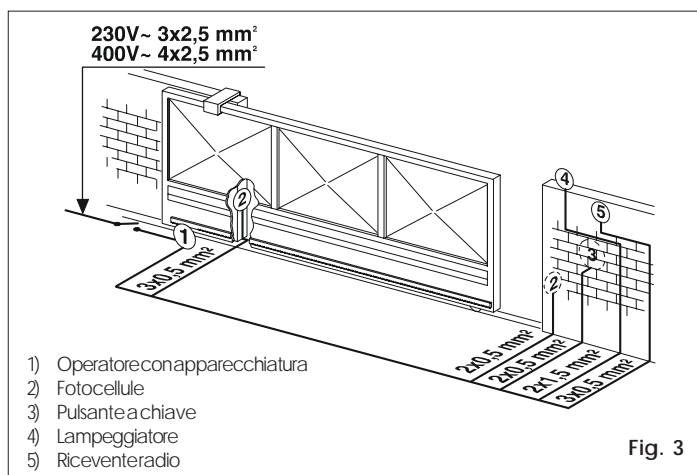

Fig. 3
4) Predisporre i cavi elettrici per il collegamento con gli accessori e l'alimentazione elettrica come da Fig.3. Per effettuare agevolmente i collegamenti fare fuoriuscire i cavi circa 40 cm dal foro (Figg.5-6 rif.1) della piastra di fondazione.
Seguendo le indicazioni di Fig.3 predisporre i cavi nelle canalizzazioni ed effettuare i collegamenti elettrici con gli accessori prescelti.